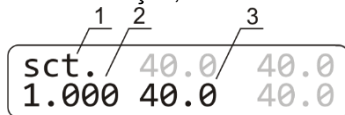

Figura 3. Tela no modo de calibração: 1. Indicador do modo de calibração; 2. Coeficiente de calibração; 3. Temperatura com coeficiente de corrente
6.2 Para alterar o coeficiente de calibração, mantenha pressionada a **tecla RUN/STOP TIME** (fig. 1/7, CH-100) ou **Start Stop** (fig. 2/7, **CH 3-150**) pressionada por mais de 8 s para ativar o modo de calibração, como mostrado na figura 3).